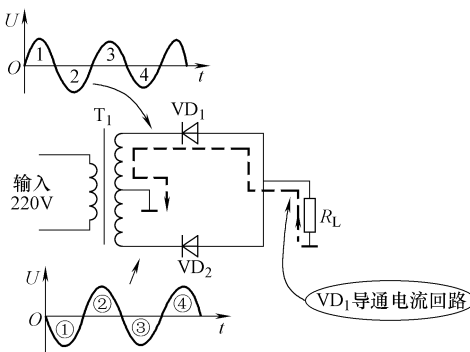

图 10-42  $VD_1$  导通电流回路示意图
2) 另半周分析。在  $T_1$  二次绕组输出的交流电压变化到另一个半周时,二次绕组上端输出的负半周交流电压加到  $VD_1$  负极,给  $VD_1$  正向偏置电压, $VD_1$  导通,图 10-42 所示是  $VD_1$  导通电流回路示意图, $VD_1$  导通后的电流回路是:地线→负载电阻  $R_L$ →整流二极管  $VD_1$  正极→ $VD_1$  负极→二次绕组上端→二次抽头以上绕组→二次绕组抽头构成回路。这时,因为  $T_1$  二次绕组下端为正半周,所以  $VD_2$  截止。